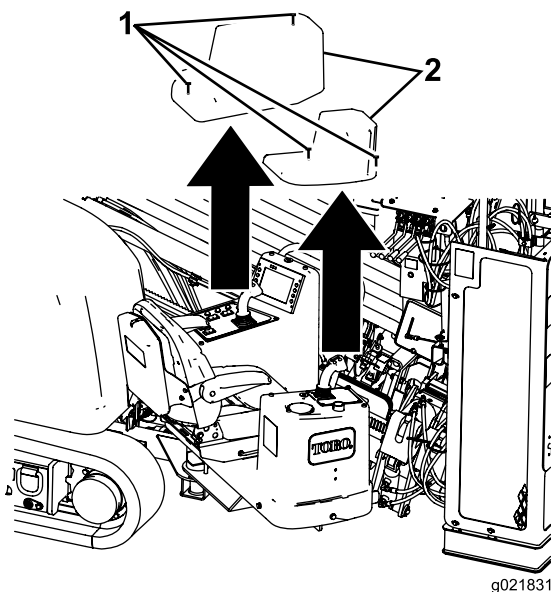

Рисунок 77
3. Ослабьте 4 винта крепления крышек пультов оператора и снимите крышки (Рисунок 77)